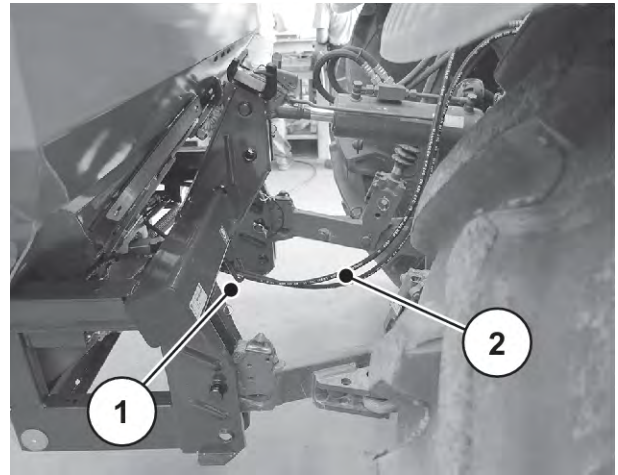

Fig. 25: Føring hydraulikkslanger
- ▶ Legg hydraulikkslangene under tverrøret. Se *Fig. 25 Føring hydraulikkslanger*